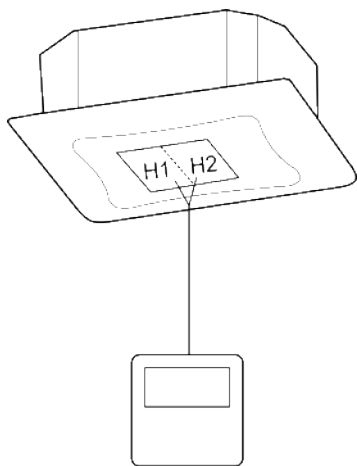
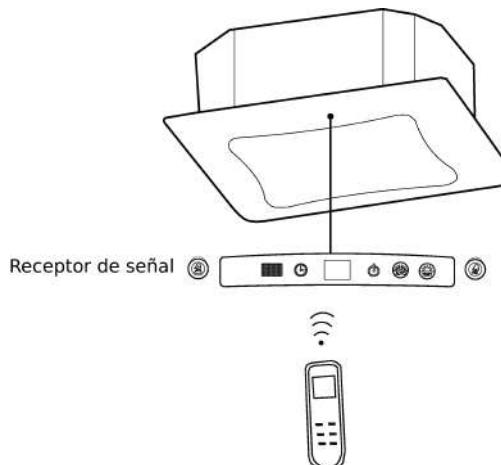

Fig.5.4.1
Fig.5.4.2
- 1) El control cableado se muestra en la Fig.5.4.1, el control inalámbrico se muestra en la Fig.5.4.2; el receptor de señal se suministra con el panel como accesorio estándar.